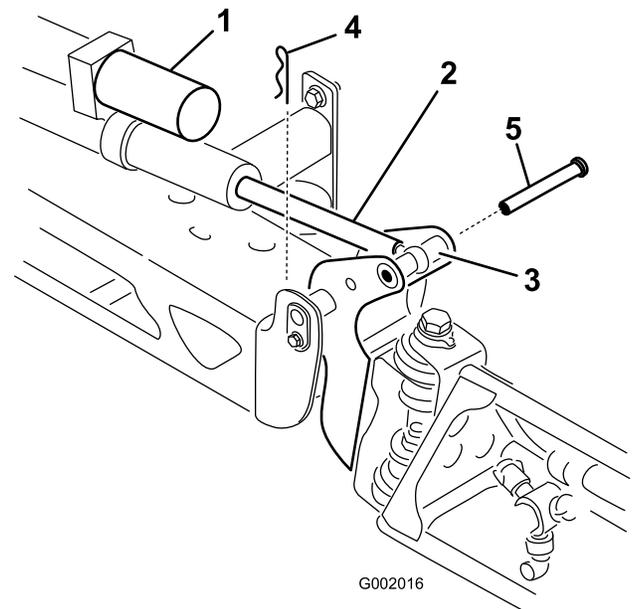

Figure 50
2. Retirez la goupille fendue de l'axe de pivot (Figure 50).
3. Soulevez la rampe et déposez l'axe (Figure 50). Abaissez lentement la rampe jusqu'à la butée.
6. Élevez la rampe pour aligner le pivot sur la tige d'actionneur. Tout en maintenant la rampe, insérez l'axe dans le pivot de rampe et la tige d'actionneur (Figure 50).